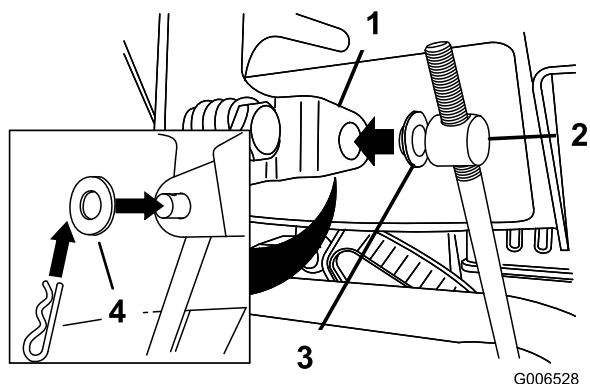

Рисунок 5
3. Установите плоскую шайбу на цапфу (Рисунок 5).
6. Нажмите вниз на шток управления скоростью и вставьте цапфу в отверстие рычага переключения скоростей (Рисунок 5).